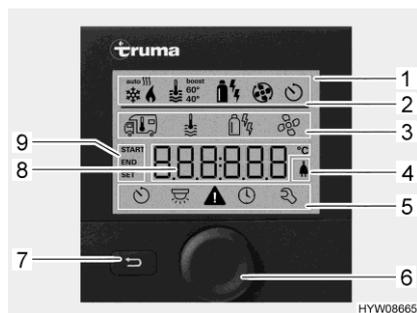
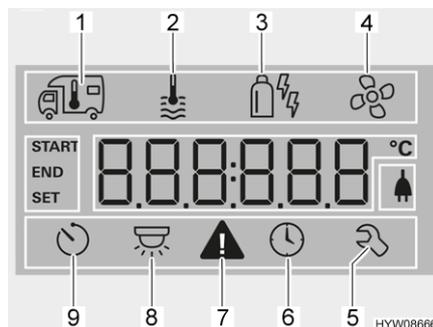

Fig. 115 Centralina di controllo con indicazioni
Fig. 116 Display (centralina di controllo)
- Riga di stato (Fig. 115,2)
- Riga di menu in alto (Fig. 115,3)
- Area di indicazione (Fig. 115,8)
- Riga di menu in basso (Fig. 115,5)
- Premere la manopola/il pulsante (Fig. 115,6) per circa 3 secondi. Vengono visualizzate entrambe le righe di menu (Fig. 115,3 e Fig. 115,5). Il primo simbolo lampeggia.
- Ruotare la manopola/il pulsante (Fig. 115,6), finché viene visualizzato il simbolo del menu desiderato.
- Premere la manopola/il pulsante per memorizzare il valore impostato. Se il valore impostato originariamente non deve essere modificato: Premere il tasto indietro (Fig. 115,7).
- Ruotare la manopola/il pulsante (Fig. 115,6), finché il simbolo del menu del riscaldamento (Fig. 116,1) lampeggia.
- Premere la manopola/il pulsante per memorizzare il valore impostato. Il simbolo nella riga di stato lampeggia (Fig. 115,2), finché viene raggiunta la temperatura impostata. Se il valore impostato originariamente non deve essere modificato: Premere il tasto indietro (Fig. 115,7).
- Ruotare la manopola/il pulsante (Fig. 115,6), finché il simbolo del menu relativo all'acqua calda (Fig. 116,2) lampeggia.
- Premere la manopola/il pulsante per memorizzare il valore impostato. Il simbolo nella riga di stato lampeggia (Fig. 115,2), finché viene raggiunta la temperatura dell'acqua impostata. Se il valore impostato originariamente non deve essere modificato: Premere il tasto indietro (Fig. 115,7).
- Ruotare la manopola/il pulsante (Fig. 115,6), finché il simbolo del menu relativo alla modalità di funzionamento (Fig. 116,3) lampeggia.
- Premere la manopola/il pulsante per memorizzare la modalità di funzionamento impostata. Se il valore impostato originariamente non deve essere modificato: Premere il tasto indietro (Fig. 115,7).
- Ruotare la manopola/il pulsante (Fig. 115,6), finché il simbolo del menu delle ventole (Fig. 116,4) lampeggia.
- Ruotare la manopola/il pulsante (Fig. 115,6), finché il simbolo del menu del timer (Fig. 116,9) lampeggia.
- Premere la manopola/il pulsante. Il timer è attivato. Il simbolo del timer (Fig. 116,9) lampeggia quando il timer è programmato e attivo.
In caso di avviso, il relativo simbolo lampeggia (Fig. 116,7). Il riscaldamento rimane in funzione. Se si tratta solo di un guasto temporaneo, il simbolo di avvertimento si spegne autonomamente.